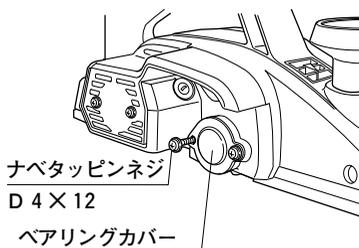

図 25
- (1) 図 25 に示す左側のナベタッピンネジ D 4 × 12 の 1 本だけを取りはずします。(図 25)
- (2) 集じんアダプタをかんな本体の切粉排出口に合わせた後、同梱のナベタッピンネジ D 4 × 20 を使い、集じんアダプタをかんな本体に固定します。